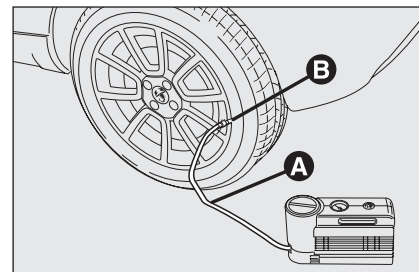

fig. 4
- Azionare il freno a mano.** Svitare il cappuccio dalla valvola del pneumatico, estrarre il tubo flessibile di riempimento **A**-fig. 4 ed avvitare la ghiera **B** sulla valvola del pneumatico;